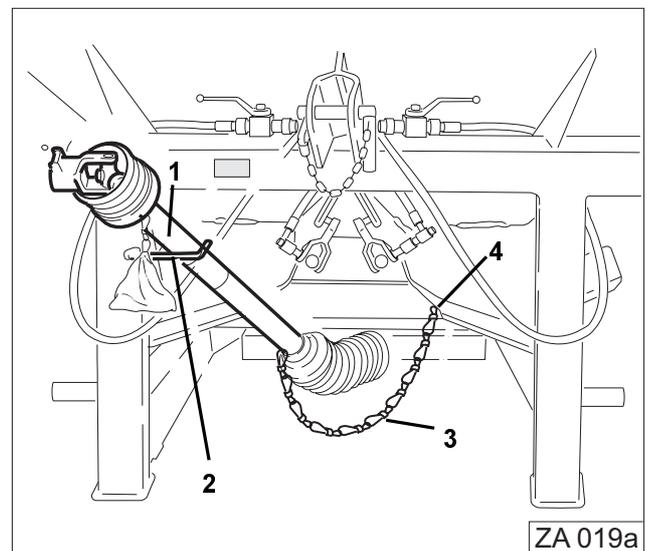

Fig. 16
- Zweite Gelenkwellenhälfte (Fig. 16/1) aufstecken und in Halterung (Fig. 16/2) legen.
- Schutzrohr mit Kette (Fig. 16/3) an der Halterung (Fig. 16/4) sichern.